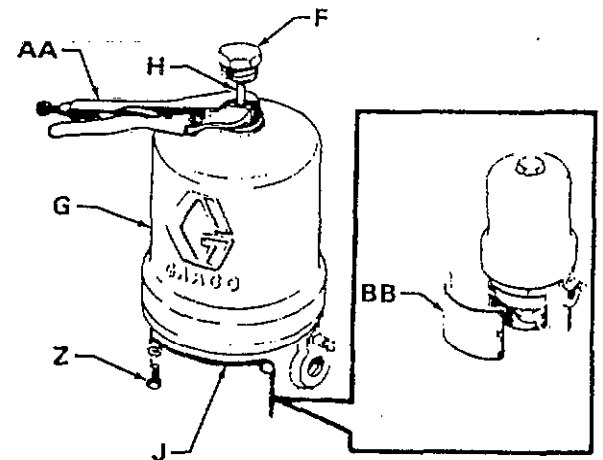

ABB. 2
Zur Korrektur der Ventilposition Druckentlastungsventil schließen und Lufteingangsdruck entlasten. Sind die Ventile nicht korrigierbar, ist die Zylindermutter(F) aus dem Zylinder(G) zu schrauben, dann die Kolbenstange(H)hochzuziehen und anschließend wieder in den Zylinder einschrauben. Siehe Abb. 2. Vor Öffnen des Druckentlastungsventils Luftdruck auf max. 12 bar reduzieren.